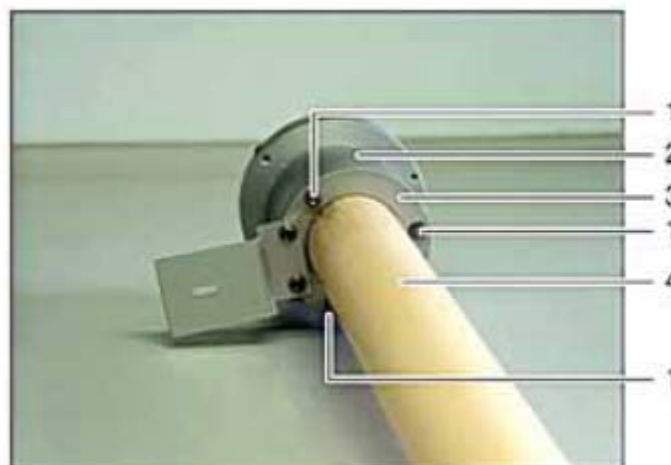

图 127 反应管出口的灰尘捕集器
7. 松开灰尘捕集器的三个六角螺丝（不要卸下），小心旋转反应管，将它从灰尘捕集器中拔出（见图 127）。
4. 将角板圈（图 127 中 3）上的三个六角螺丝（图 127 中 1）拧紧，松紧程度一致。